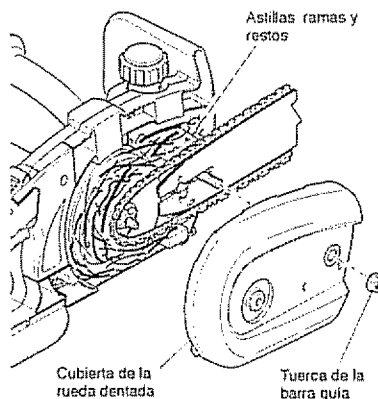

Figura 10 - Remoción y limpieza de restos de la tapa de la rueda dentada
- 2 Afloje y quite la tuerca de la barra guía (vea la Figura 10).